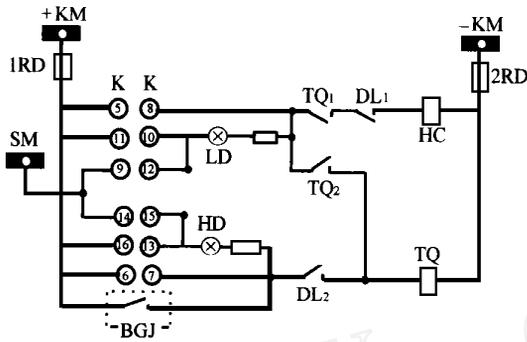

图 2 闪光装置紊乱故障图
(3) 短路,如图 2 所示,若测得 SM 与 +KM 之间电压为 0,则它们之间发生了短路。信号灯的明与灭是靠 SM 上断续的正电压来实现的,若 SM 与 +KM 短接,则 SM 处于持续的正电状态,闪光信号自然就发不出了。一种较隐蔽又容易发生的情况是 KK 的端点 5 接 +KM,端点 9 接 SM,而 5、9 两端点的实际位置是很靠近的,若有导电异物(如小螺灯)落在 KK 上使 5、9 之间短接,就将 SM 接到 +KM 了,故障因而发生,在确定了故障是因短路造成的(测 SM 的电压来判断)之后,接着就要确定短路点在何处。一种简单的办法是:将全部投入运行的断路器的 KK 打到预跳闸位置,而退出运行的断路器的 KK 打到预合闸位置,然后拔下某一控制回路接 +KM 的 RD,若此时别的回路发出闪光信号,则短路点就在此回路,进一步细查,排除故障,否则,重新合上此回路的 RD,而拔另一回路的 RD,以此类推,直到找到存在短路点的回路,应当注意的是,检查完毕后,应将 KK 打回到原来的位置,切勿造成误跳闸或误合闸。